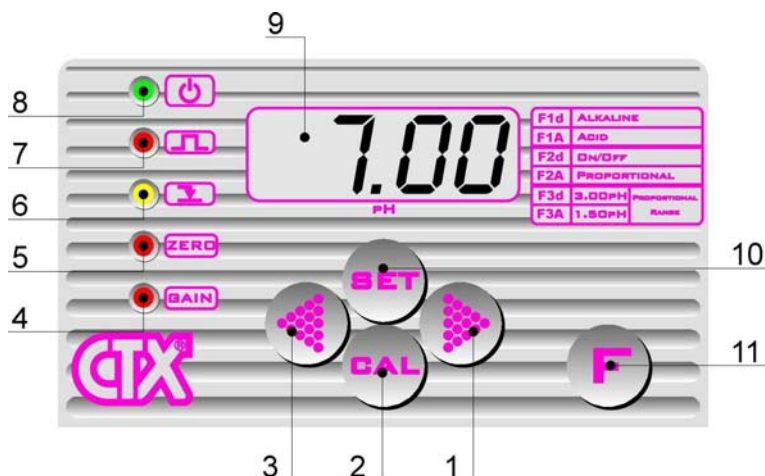

Fig. 16
8.1 - PUMPS CONTROLS (Fig. 16)